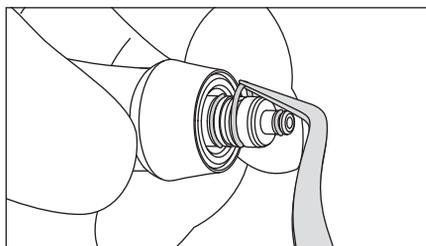

Fig. 18
*Se la polvere si è depositata sull'O-ring, è necessario rimuoverlo e pulire bene sia l'O-ring che le scanalature circostanti. (Fig. 18)